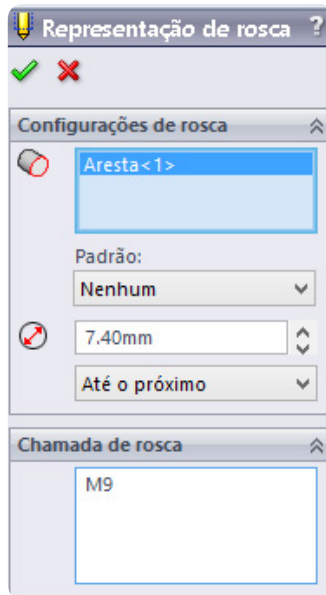

Figura 8.5 – Representação de rosca do parafuso
3.1 Repita os itens 5 e 6 do capítulo 5, tomando o cuidado somente de ajustar corretamente os valores no Property Manager, conforme a Figura 8.5